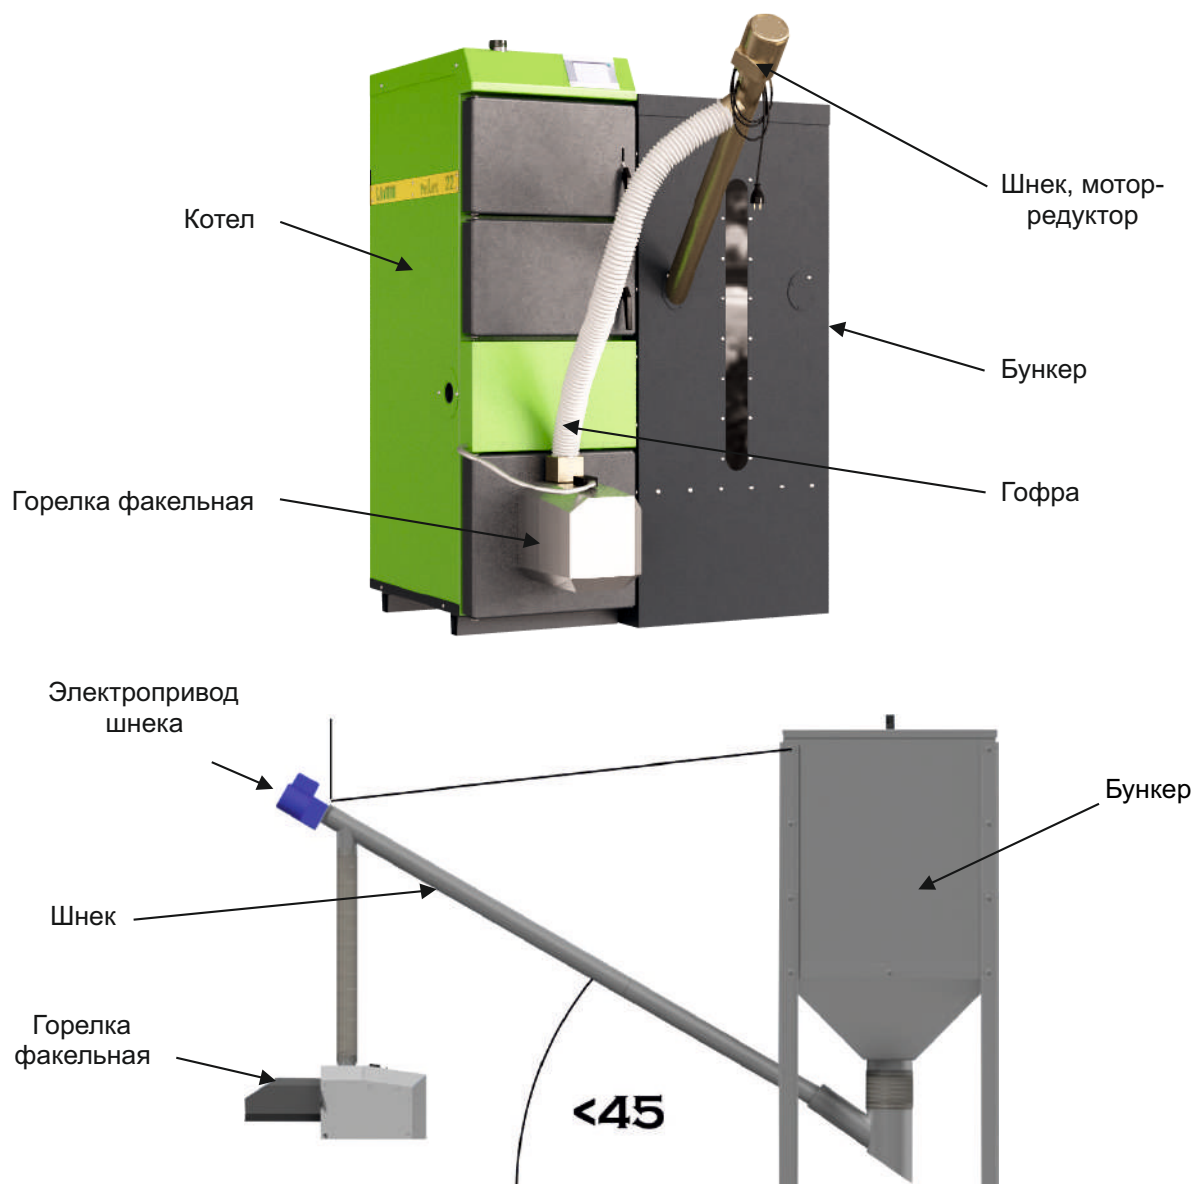

Рисунок 3. Общий вид винтового подающего устройства с Горелкой и бункером
- Д) отмерить и отрегулировать длину подающего устройства пеллет, не забывая при этом, что угол между основанием и трубой подающего устройства не должен превышать 45° (см. рис. 3);
- Е) подвесить подающее устройство на цепочке (см. рис. 3);